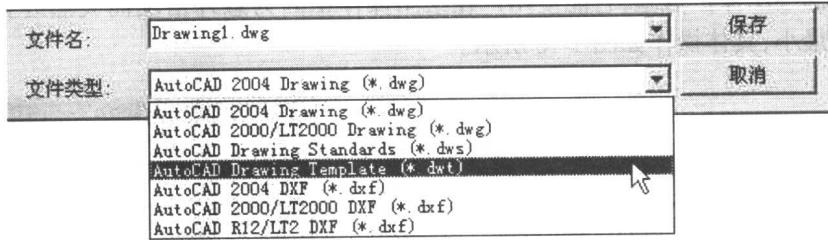

图 1-14 “文件格式选择”下拉列表
③保存格式:单击“文件类型”右侧的三角形,打开“文件格式选择”下拉列表,如图 1-14 所示,Auto CAD 系统提供一系列相关的保存格式,其中一些格式是为了与 Auto CAD 的早期版本兼容而提供的文件格式。其中“*.dwg”是样板文件格式,“*.dxf”是数据交换文件格式,“*.dwg”是 Auto CAD 的缺省图形格式。